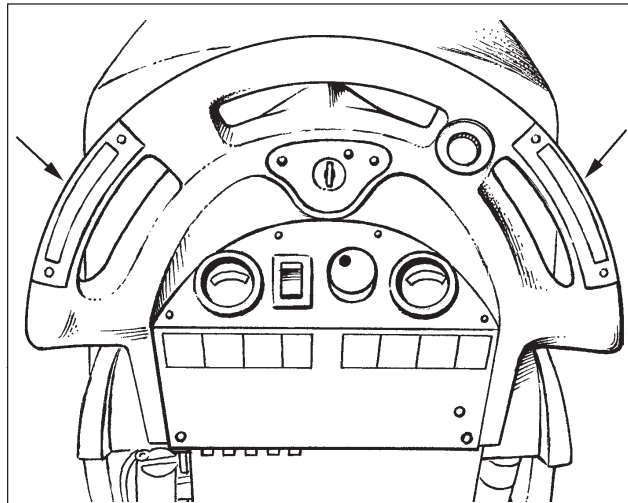

Figure 1
8. Pour le modèle "L" : appuyez sur l'un des interrupteurs AV/AR tout en poussant sur le bouton blanc marche arrière. En marche arrière, guidez la machine sur la rampe. Voir figure 1.